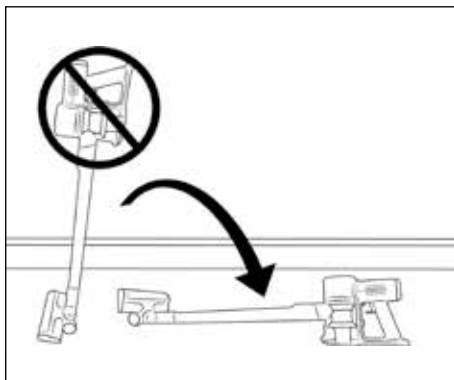

Abb. 8
- ▶ Stellen Sie den Staubsauger nicht aufrecht hin, wenn Sie ihn zwischenzeitlich abstellen oder aus der Hand nehmen wollen. Setzen Sie den Staubsauger dafür in die Wandhalterung **15** oder legen Sie ihn auf den Boden (siehe Abb. 8 und 9). Der Staubsauger kann ansonsten umkippen und beschädigt werden und unter Umständen beim Umkippen weitere Gegenstände beschädigen.